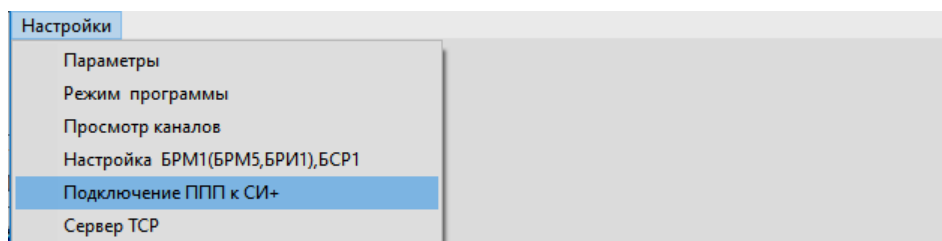

Рисунок 5.1
5.2 В меню «Настройки» выбрать опцию «Подключение ППП к СИ+» (рисунок 5.1). В результате активируется форма «Подключение ППП к системе СТРУНА+», представленная на рисунке 5.2.